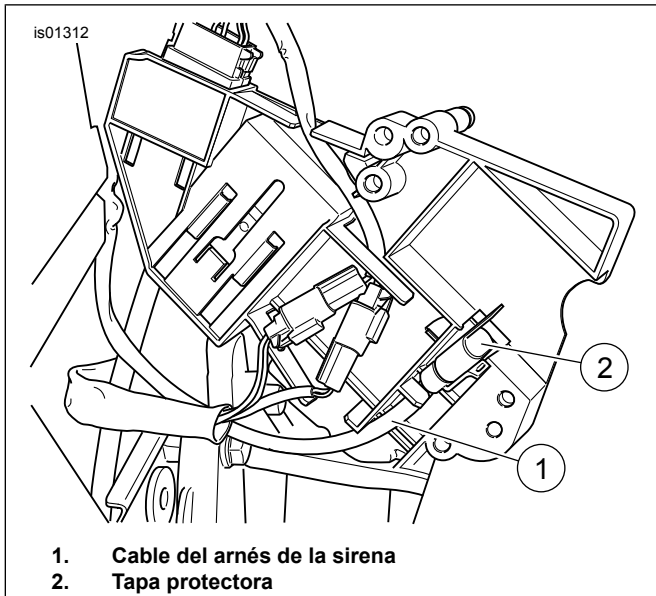

Figura 12. Arnés del cable de la sirena (FL Touring de 2002-2007)
4. Vea la Figura 12. Quite el cable del arnés de la sirena (1) de la parte posterior de la pieza de soporte eléctrica. Saque la tapa protectora (2) del conector de la sirena de seguridad [142B].